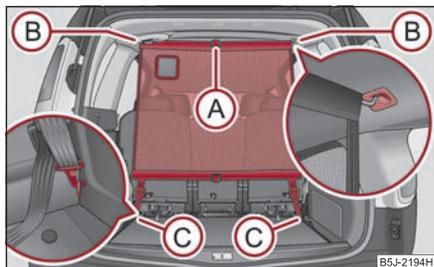

Fig. 80 Utilización de la red separadora estática detrás de los asientos posteriores
- Montar la barra transversal en el alojamiento (B), primero en un lado, y presionar la barra transversal hacia delante. Sujetar de igual modo la barra transversal en el otro lado del vehículo, alojamiento (B) ⇒ fig. 80.
- Enganchar el gancho de mosquetón (C) de los extremos de la cuerda en las argollas de amarre detrás de los asientos posteriores.
- Soltar las cintas en ambos lados y desenganchar el gancho de mosquetón (C) ⇒ fig. 80.
- Sacar la barra transversal de los alojamientos (B).